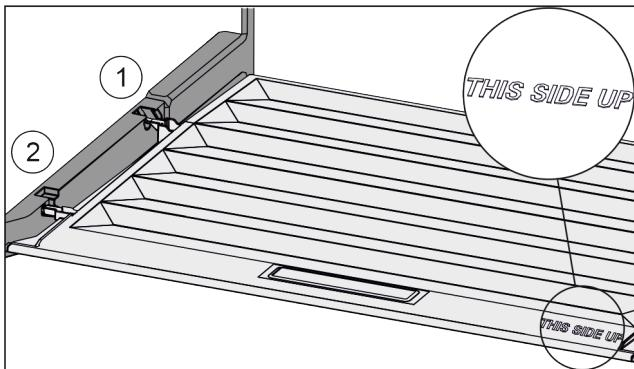

Fig. 138
- Вставить поперечні ребра через отвір заднього тримача Fig. 138 (1) і зафіксувати спереду у тримачі Fig. 138 (2).